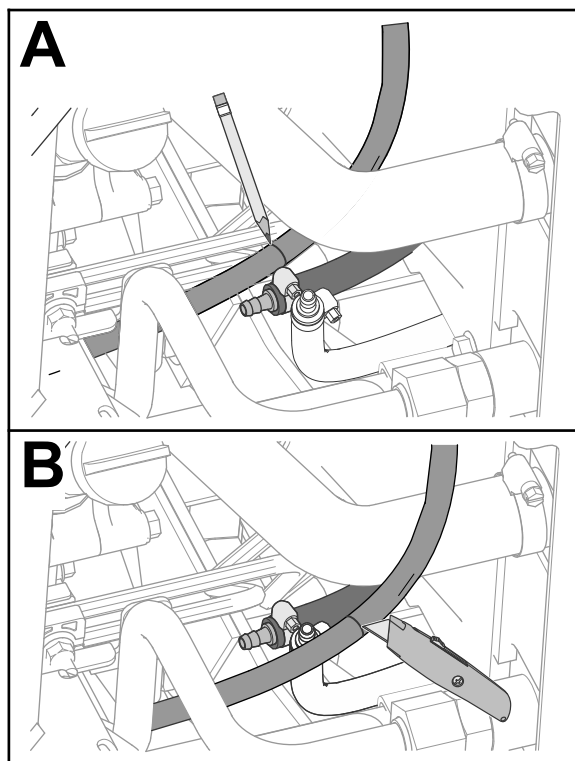

Figura 15
3. Senza alterare il percorso del flessibile, collocate il flessibile del serbatoio del carburante accanto al flessibile interno del refrigeratore del carburante (Figura 15).
4. Contrassegnate il flessibile del serbatoio del carburante in corrispondenza del raccordo dentellato (Figura 15).
5. Tagliate il flessibile del serbatoio del carburante in corrispondenza del segno (Figura 15).